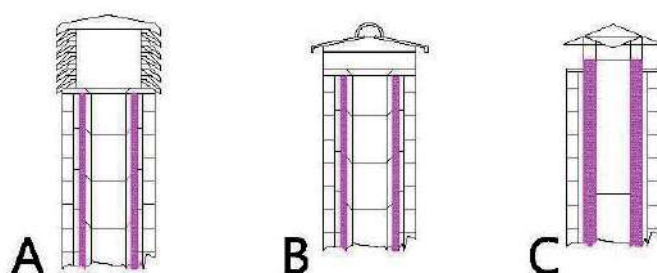

Fig. 9 - Exemplos de chapéus
O chapéu é um elemento fundamental para o bom funcionamento do aparelho aquecedor: recomenda-se utilizar um chapéu antivento (A) ver **Fig. 9 a pag. 13**.
3. Conduta de evacuação de fumos externo realizado exclusivamente com tubos inox isolados, isto é, com dupla parede de no mínimo Ø100mm: estrutura bem fixada à parede. Com chapéu antivento (ver Fig. 9 a pag. 13 tipo A).